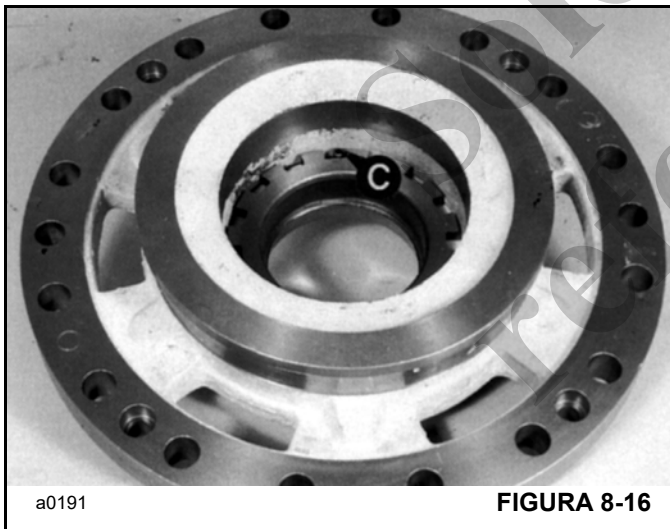

**FIGURA 8-14**
5. Coloque la cabeza motriz como se ilustra en la Figura 8-14, con la corona en la parte superior. Retire los pernos **A**.